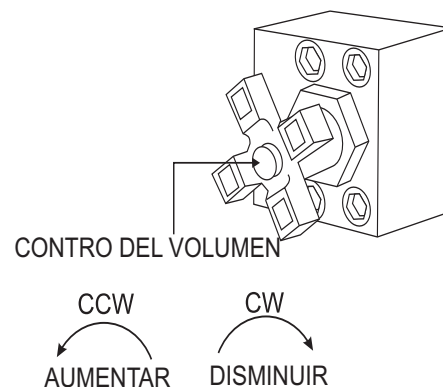

Figura 27. Control del volumen
2. Use el control de volumen (Figura 27) para ajustar el volumen de bombeo aproximadamente **10 tiempos por minuto**. Girar el control al sentido de las manecillas del reloj (CW) **disminuirá** el volumen de bombeo, y al contrario de las manecillas (CCW) **aumentará** el volumen.
- Gire la **perilla de control de volumen** (Figura 27) a la derecha para aumentar el volumen a 25-30 tiempos por minuto. Coloque el interruptor del control de la bomba en la posición central "OFF/APAGADO". Descargue lentamente el concreto del camión revolvedora a la tolva y llénela completamente. Coloque el interruptor del control de la bomba en la posición de bombeo local en "ON/ENCENDIDO". Mantenga la bomba funcionando continuamente hasta que el concreto este descargando en el extremo del sistema de entrega. Si la operación de bombeo repentinamente se detiene sin descargar concreto de la manguera, puede estar ocurriendo un bloqueo. Inmediatamente coloque el interruptor en la posición "OFF/APAGADO". Consulte la sección de Limpiando el bloqueo de concreto.